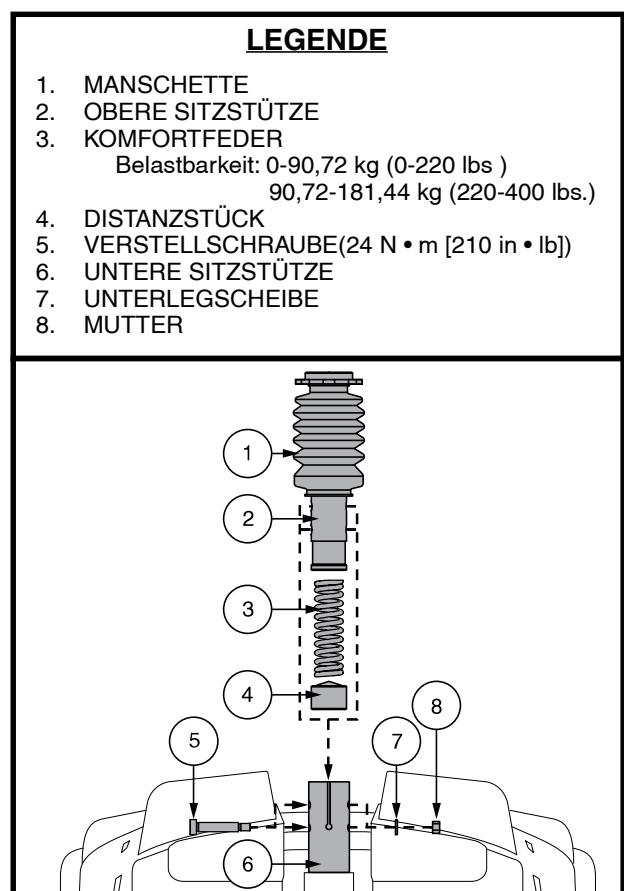

Abb. 22. Einstellung der Sitzhöhe - Komfort-Sitzstütze
4. Drücken Sie die Sitzstütze nach unten, während Sie die Verstellschraube, Unterlegscheibe und Mutter lösen und entfernen. Siehe Abb. 22.
6. Bringen Sie die gewünschte Komfortfeder an. **Siehe Abb. 22.**